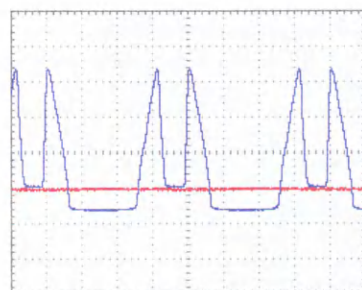
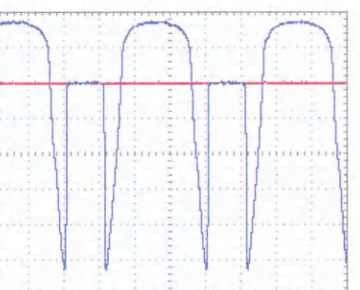
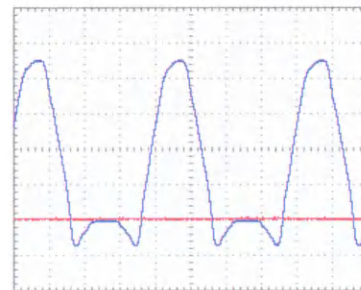

Рис. 8
Рис. 9
Рис. 10
**Рис. 8** — осциллограмма, полученная при проверке n-канального полевого транзистора IRFP064N. Он открывается и закрывается при напряжении затвор — исток 3,4 В, провалы при полностью открытом канале — до 0,05 В, падение напряжения на открытом защитном диоде — -0,6 В. На **рис. 9** изображена осциллограмма, полученная при проверке p-канального полевого транзистора КП785А, на **рис. 10** — того же транзистора в инверсном включении.